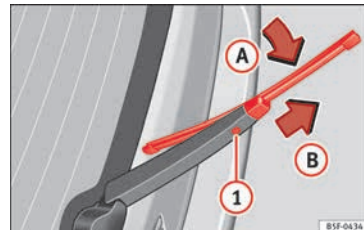

Fig. 80 Cambio de la escobilla de la luneta.
- Pliegue la escobilla por arriba hacia el brazo del limpiaparabrisas » » fig. 80 (flecha A).
- Mantenga presionada la tecla de desbloqueo » » fig. 80 ① tirando de la escobilla en el sentido de la flecha B. Es probable que tenga que emplear mucha fuerza.
- Inserte en el brazo limpiaparabrisas una escobilla nueva **de la misma longitud y tipo**, en sentido contrario a la flecha » » fig. 80 B hasta que encastre. Para ello, la escobilla debe estar en posición recogida (flecha A).